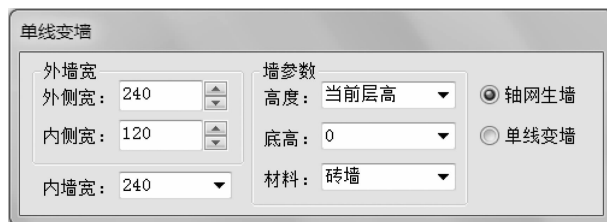

图 3-7 “单线变墙”对话框
(1)在图 2-1 的基础上执行“墙体”→“单线变墙”命令，弹出“单线变墙”对话框，如图 3-7 所示。同时命令行提示如下：